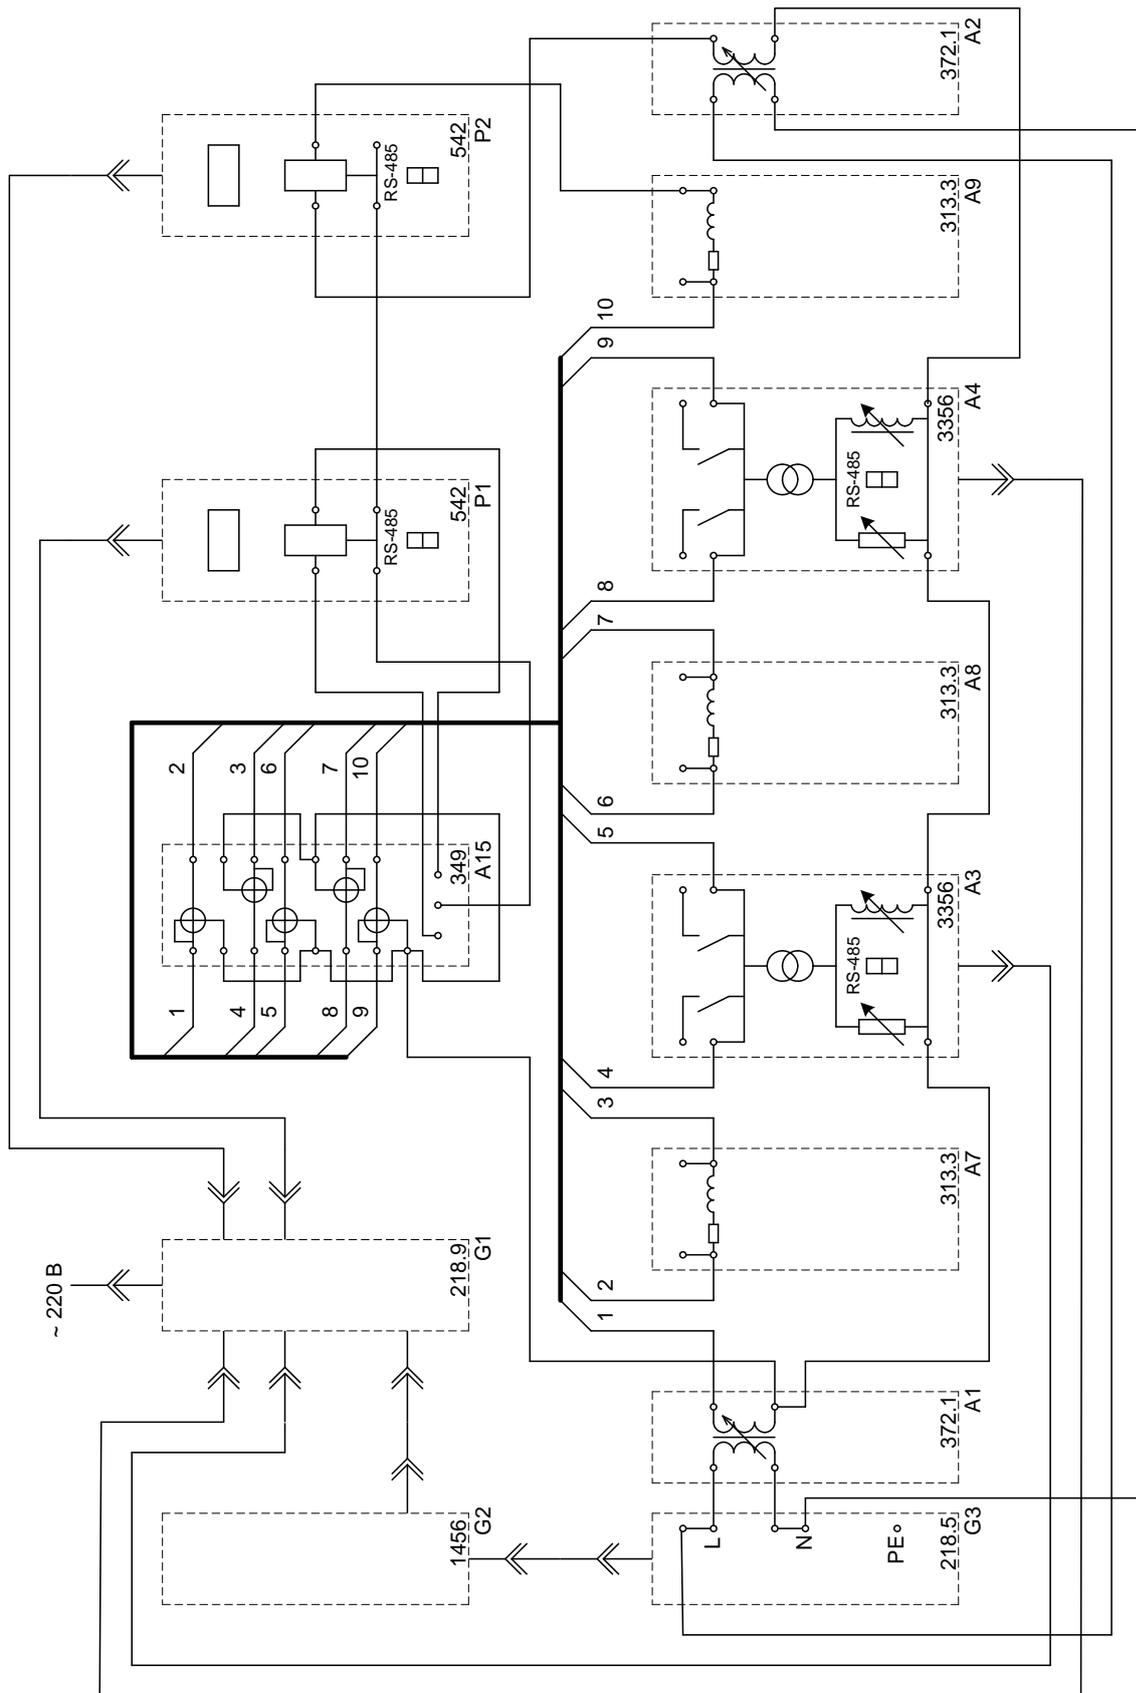

Рис.2.2. Схема для измерения параметров установившегося режима работы фазы распределительной электрической сети с двусторонним питанием.
- Соедините аппаратуру в соответствии со схемой электрической соединений, приведенной на рис. 2.2.